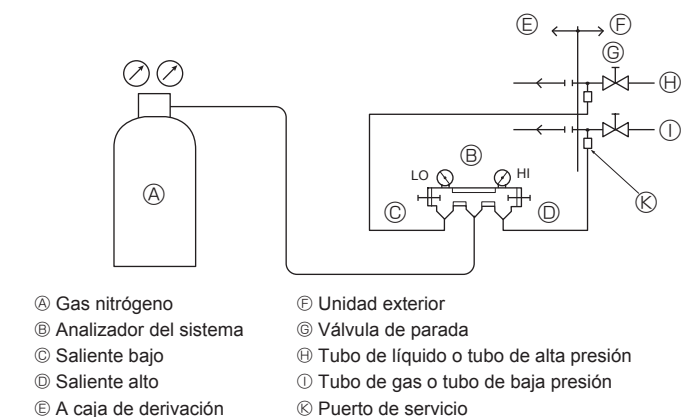

Fig. 4-11
4.7. Prueba de fuga de gas del tubo de refrigerante (Fig. 4-11)